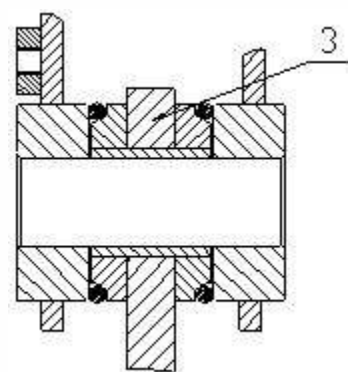

figura 3
Retire la junta tórica vieja, instale la junta tórica nueva (4, Figura 3) y confirme que la junta tórica en la ranura del brazo de elevación (3) se haya limpiado.